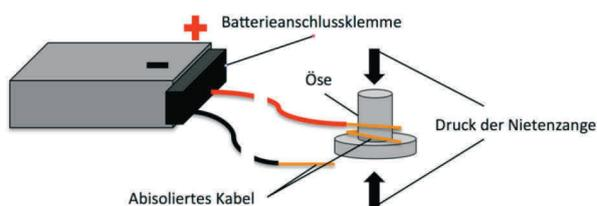

Bild 4: Abisolierte Kabel der Batterieanschlussklemme um die Ösen wickeln und zusammendrücken
- Wickle die beiden abisolierten Kabel der Batterieanschlussklemme um die Ösen und drücke die Ösen mit einer Nietzange zusammen (Siehe Bild 4). Drücke die Batterieanschlussklemme auf die Batterie und befestige diese mit Klettband auf der Unterlage.